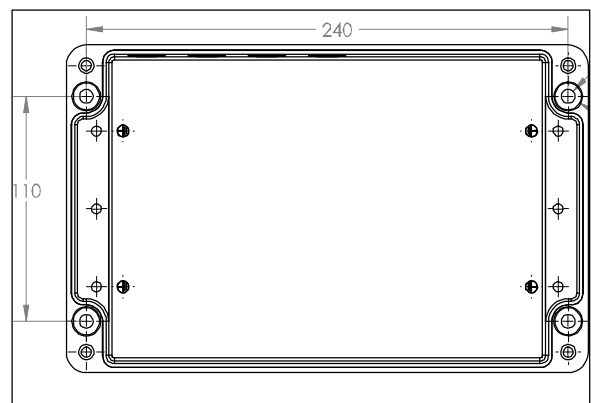

Abb. 10 : Bohrschablone
- Bohren Sie mit Hilfe der mitgelieferten Schablone 4 Löcher, Abb. 10